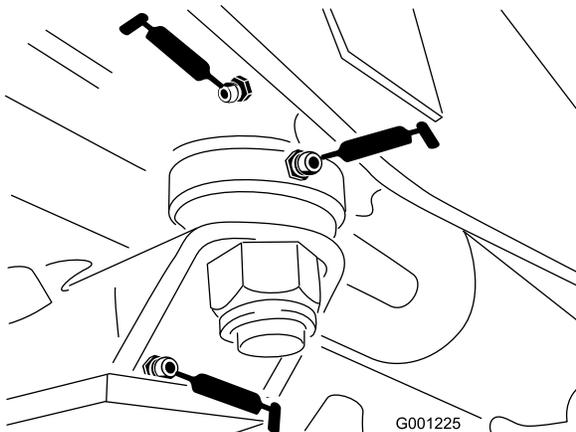

図 44
- ステアリングプレートのベアリング 図 44
- アクスルピンのブッシュ 図 44